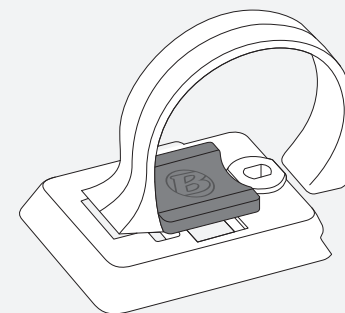

Figure 23. Patin inséré dans l'embase du compteur.
4. Insérez le patin en caoutchouc marqué B à l'arrière de l'embase (Figure 23).